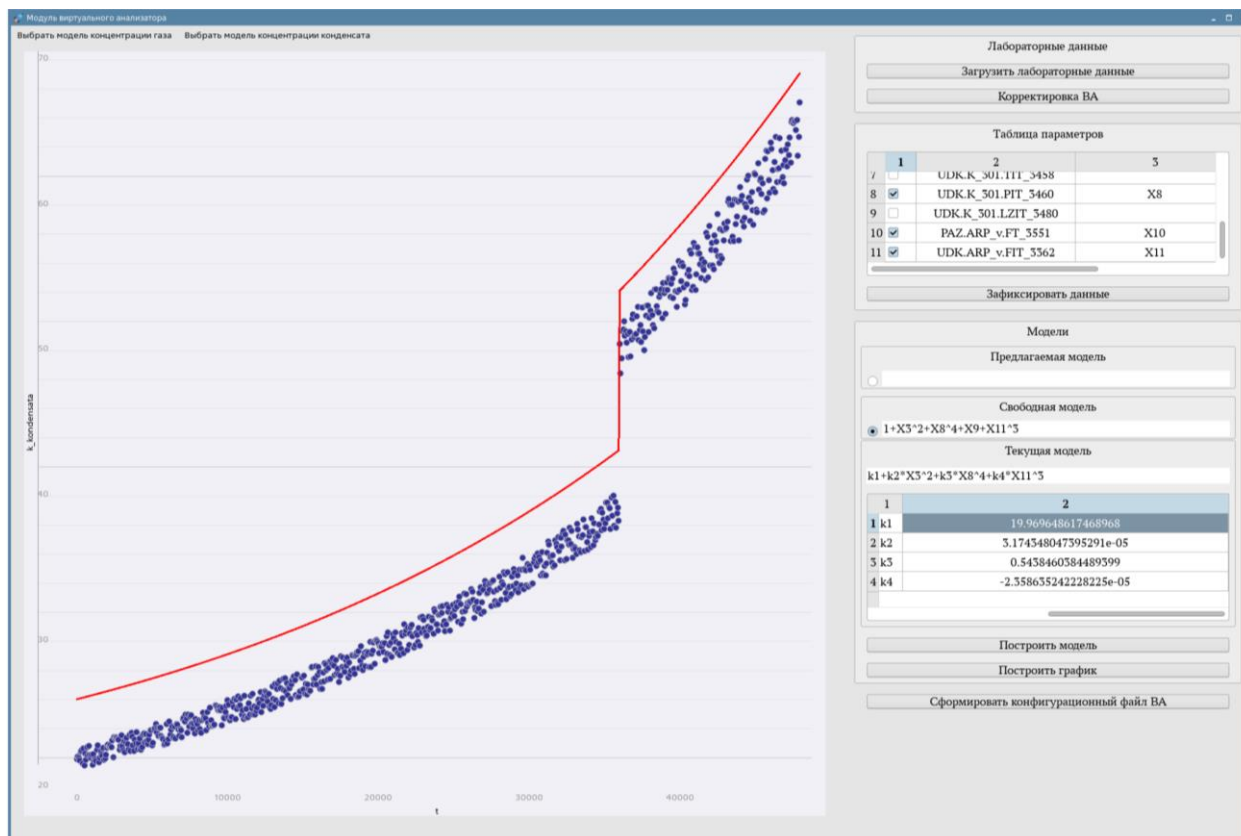

Рисунок 25 – Основное окно модуля. Модель, построенная с учётом изменённого коэффициента k1
1. Исправим значение  $k1=15,969\dots$  на  $k1=19,969\dots$ , затем для отображения построенной модели на области графического отображения нажмем «Построить график» см. Рисунок 25.